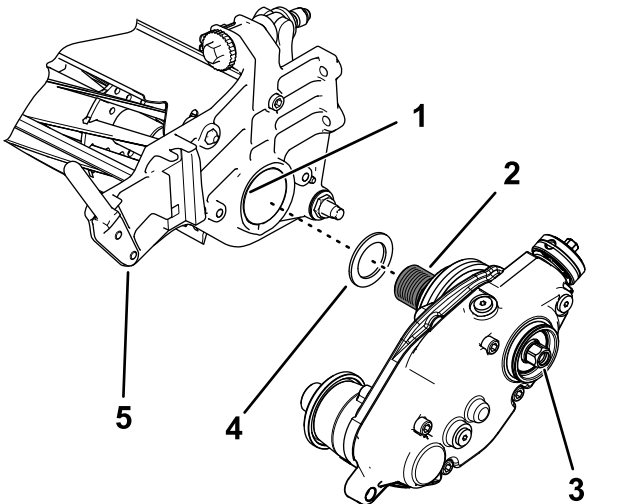

図 7
2. リールアダプタのねじ山にシムワッシャを取り付ける 図 7。
4. リールシャフトにグルーマ駆動ボックスを取り付ける 図 7。
6. リールが回転しないようにしたら、駆動ボックスのシャフトの六角ヘッドを135-150 N·m 13.8-15.3 kg.m = 100-110 ft-lbにトルク締めする 図 7を参照。